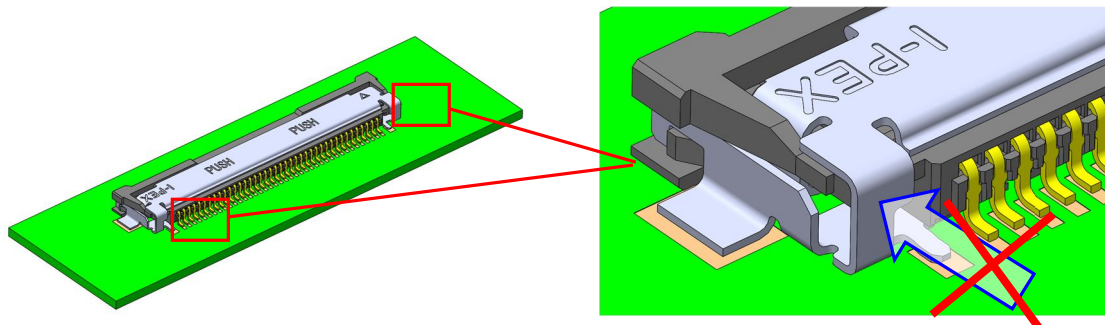

图. 4-7 连接器操作说明 (错误示例)
- ② 布线时, 注意不要对连接器和 FFC 施加过大的力。可能会导致连接器损坏或 FFC 连接断开。
- ③ 请避免在拉扯电缆时对连接器持续施加外力。可能会导致嵌合不良、连接器和 FFC 损坏。
- ④ 注意不要对 SHELL 的背面施加过大的力。(图 4-7)